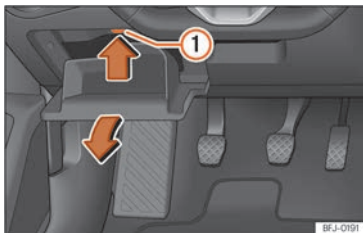

Abb. 228 Auf der Fahrerseite in der Instrumententafel: Abdeckung des Sicherungskastens.
- Ablagefach auf der Fahrerseite öffnen »» [Abb. 228].
- Rastnase »» [Abb. 228] ① in Pfeilrichtung nach oben drücken und gleichzeitig Ablagefach weiter öffnen, bis der Sicherungshalter zugänglich ist.